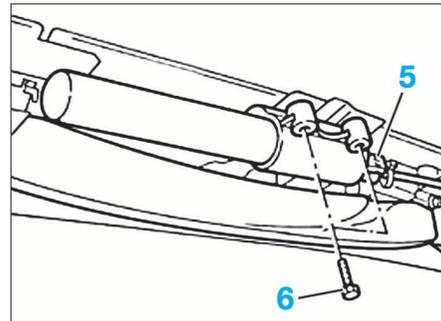

FIG. 16
- Débrancher le connecteur (5) (Fig.16).
- Déposer les 2 vis de fixations (6), puis extraire complètement le module d'airbag.